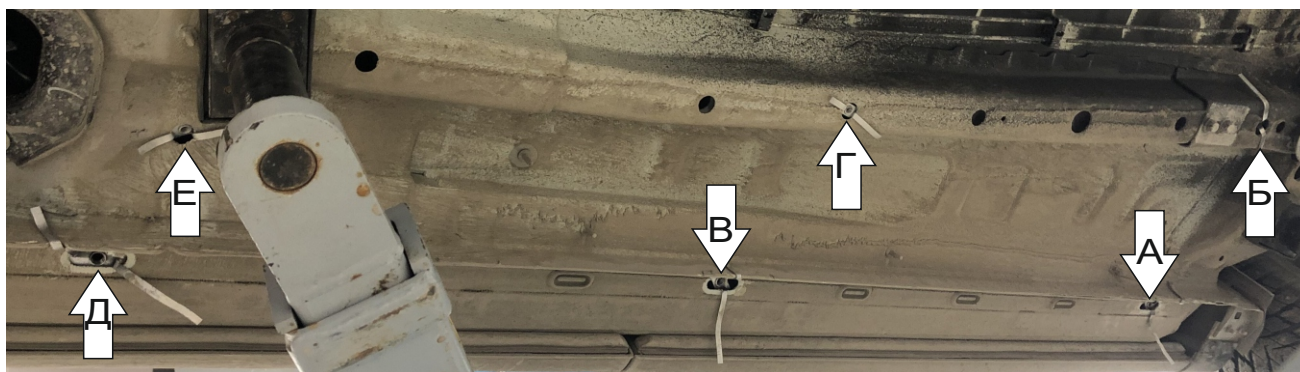

Рис. 1
1. Извлечь заглушки в позициях А, В, Д. Вложить закладные M8x70/20 в позиции Е и Г (зафиксировав их положение разогнув усики), и закладные M10x65/20 в позиции А, Б, В, Д. (Рис. 1)